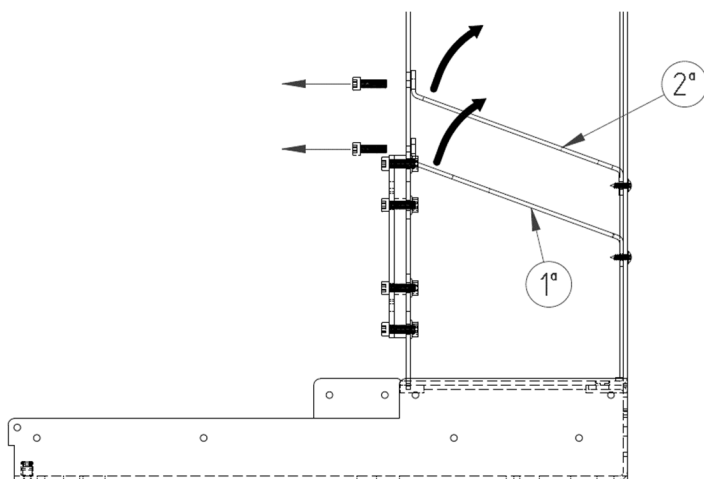

Figura 53 – Remoção das chapas de fumos
- Para remover as chapas de fumaça deve remover os 2 parafusos DIN 912 M6x20 (Figura 53).
- Primeiro remova a chapa inferior conforme figura abaixo (Figura 53) girando ligeiramente a chapa e removendo a mesma pela tampa lateral direita.